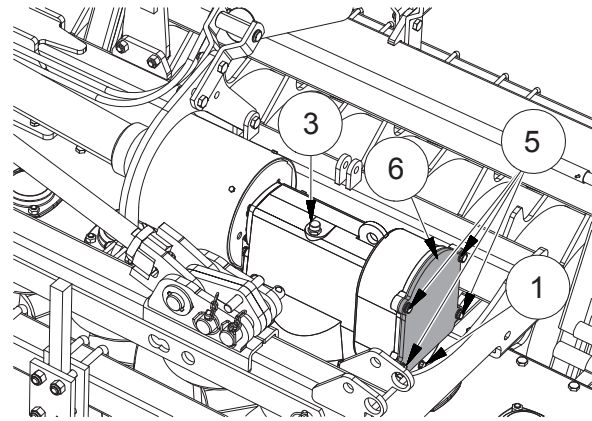

FIG. 50
- Die Schrauben (5, "Fig. 50") abdrehen. Den Deckel (6) abnehmen.
- Den Deckel wieder aufsetzen (6). Die Schrauben und Mutter festdrehen.
Um den Ölstand im Getriebegehäuse zu kontrollieren, den Deckel mit Ölmesstab abschrauben (3, "Fig. 50"). Den Stand mit den Hinweisen auf dem Stab kontrollieren. Wenn nötig, bis zum Pegel auftanken.
UM DEN ARBEITSGANG ZU VEREINFACHEN, IST ES MÖGLICH, EINEN ABSAUGER FÜR FLÜSSIGKEITEN ZUR ÖLVERWERTUNG, VOM ÖL-EINFÜHRLOCH (3, FIG. 50) UND DANN ZUM GETRIEBEBEDECKEL (6), EINZUSETZEN.